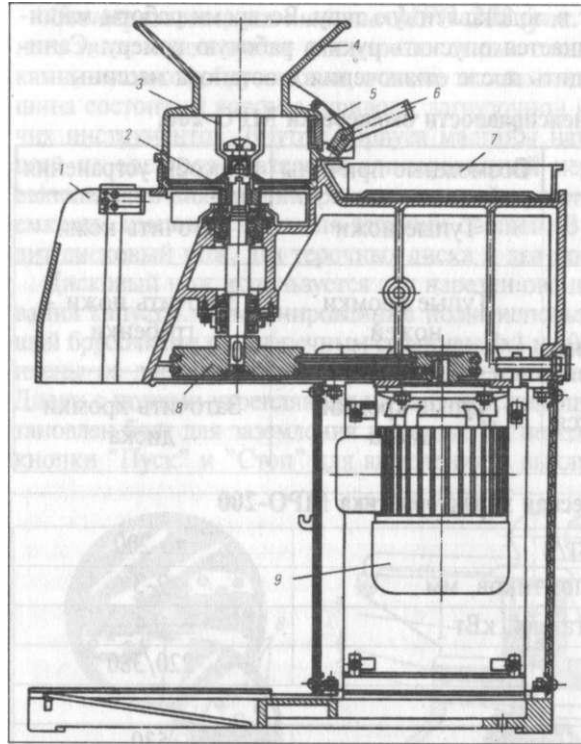

Рис. 3-4. Протирорезательная машина МП-800.
**Протирачная машина МП-800 (рис. 3-4)** предназначена для протирания вареных овощей, а так же творога, печени, рыбы и мяса. Рабочей камерой машины служит цилиндр с конической загрузочной воронкой. На дне рабочей камеры устанавливаются неподвижные сменные сита или терочный диск. На вертикальном валу устанавливаются сменные роторы, которые протирают продукты, подаваемые в машину. Роторы бывают лопастные и роликовые. Для удаления непротертых продуктов в стенке рабочей камеры имеется специальный люк, который имеет плотно закрываемую крышку и рукоятку. Удаление непротертых продуктов осуществляется ротором, который при помощи реверсивного двигателя вращается в обратном направлении. В зависимости от вида протираемого продукта, используются различные сочетания ротора и сит.